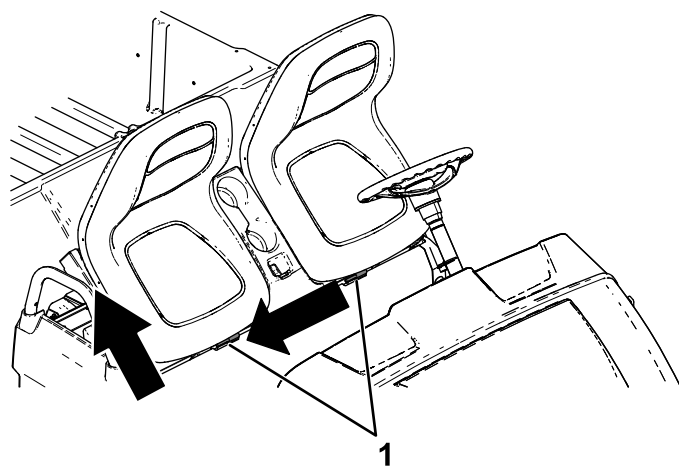

Figura 25
2. Deslice el conjunto de asientos hacia un lado hasta que se desenganchen los pasadores, y levante el conjunto de asientos hacia arriba (Figura 25).